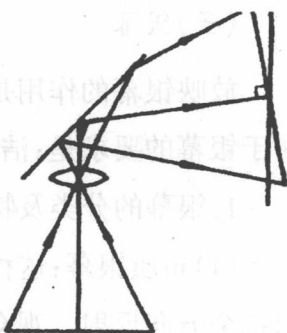

图 17-6 银幕的前倾
(1) 高度合理: 架设银幕的最低高度是全体学生都能看到完整影像的最低高度。
(2) 倾角适当: 挂设银幕时, 应使银幕上部略向前移, 形成一个适当的倾角, 这样有利于减弱梯形失真现象。银幕的前倾如图 17-6 所示。
(3) 亮度适宜: 使用幻灯机时, 环境亮度不能过强, 否则影响放映效果; 同时, 不也不宜过暗, 因为学生观看幻灯的同时还要适当看书及笔记。